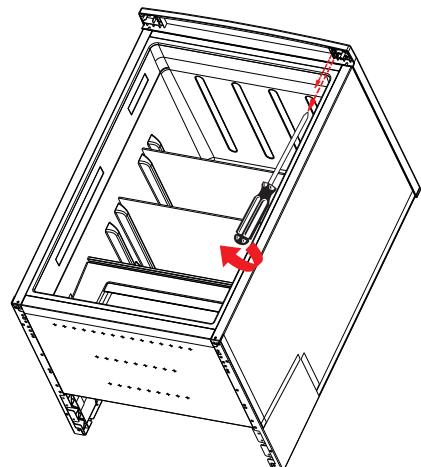

Abb. 11
- ▶ Drehen Sie die beiden Halterungsschrauben des oberen Scharniers der Kühlraumtür mit Hilfe eines Kreuzschlitzschraubendrehers heraus und entfernen Sie das Scharnier vom Kühlenschrankgehäuse (Abb. 11).